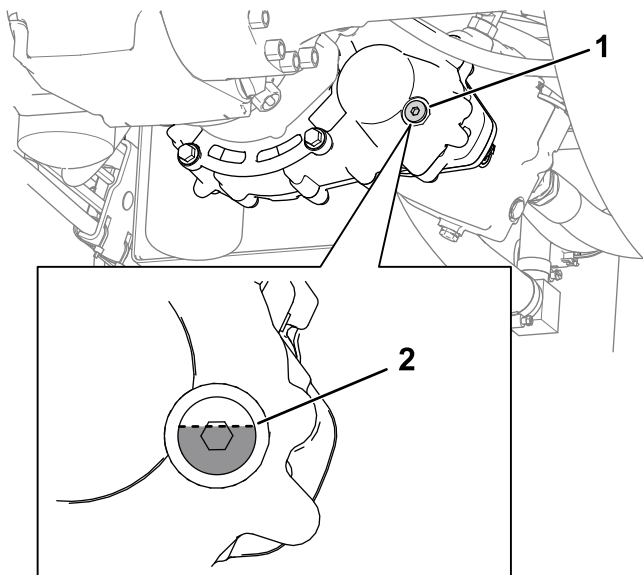

Рисунок 110
1. Проверьте уровень масла через пробку смотрового отверстия; убедитесь, что уровень масла находится немного выше средней точки пробки смотрового отверстия, как показано на Рисунок 110.